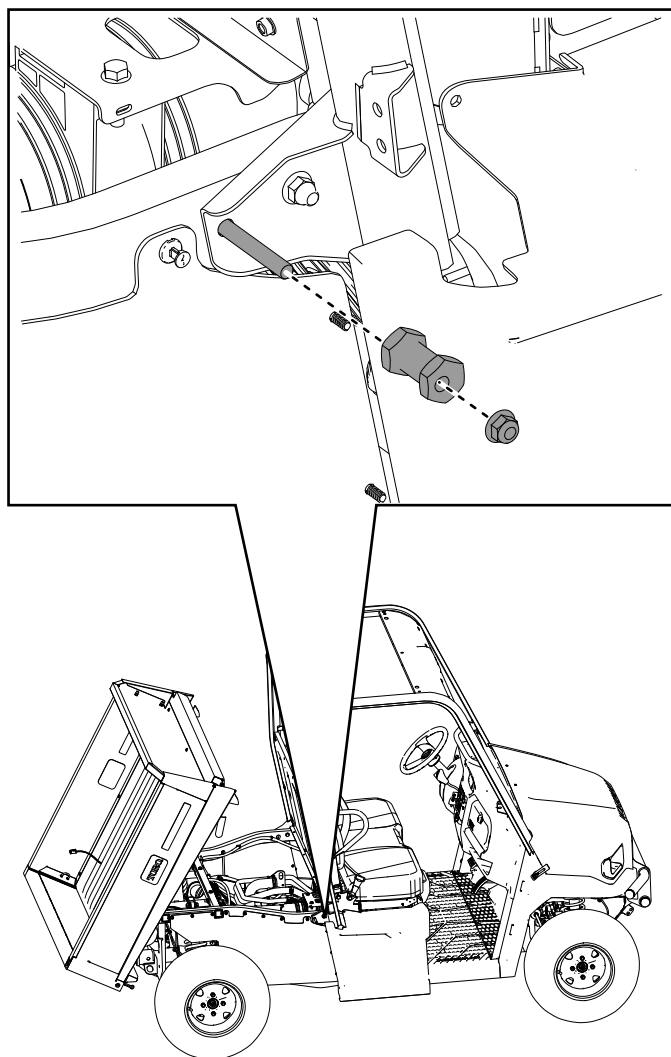

図 25
20. 先ほど外したロックナット3/8"とラッチピンを、左右の後フォレームチューブに取り付ける図 25。